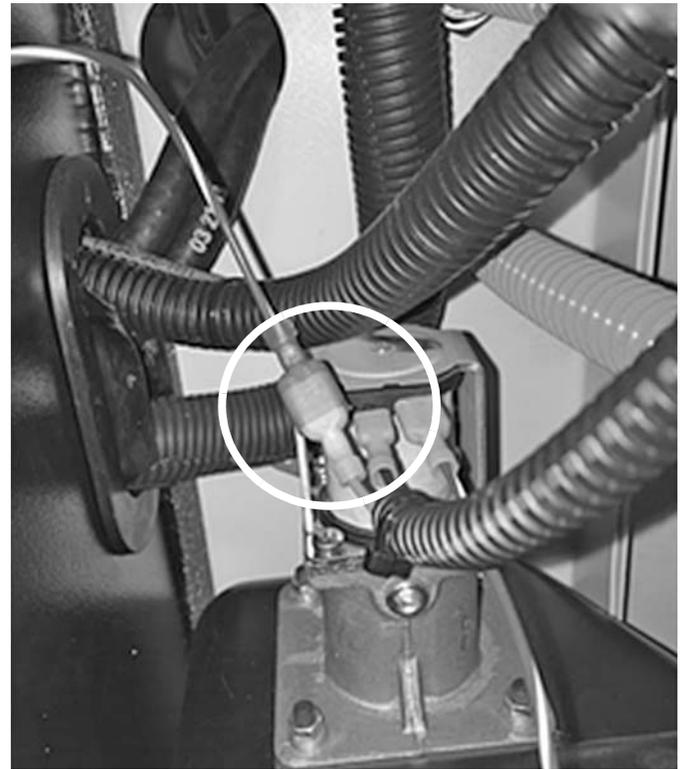

Рис. 3-6.
7. Снимите красный провод внизу и подсоедините его к проводу с номером 4. Подсоедините провод под номером 3 туда, где красный провод подключался к газовому клапану. (см. рис. 3-6)